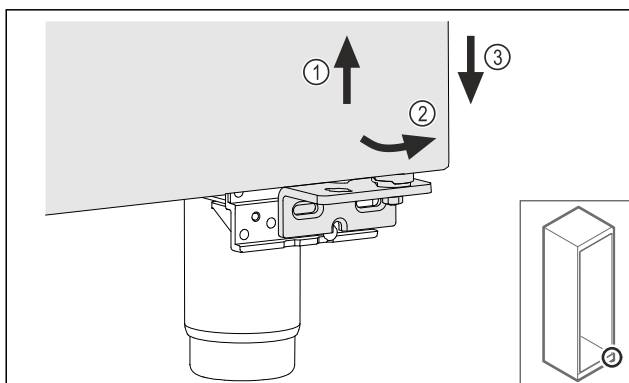

Fig. 18
- Sollevare leggermente la porta Fig. 18 (1), inclinarla in avanti sulla parte inferiore Fig. 18 (2) e abbassarla Fig. 18 (3).